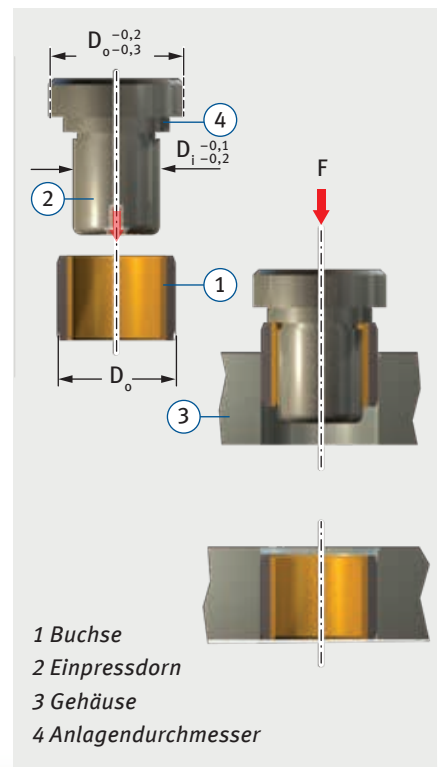

Abb. 3: Versenkt einpressen  $D_o \geq 55$  mm
- versenktes Einpressen mit Dorn ohne Hilfsring gemäß Abb. 3.